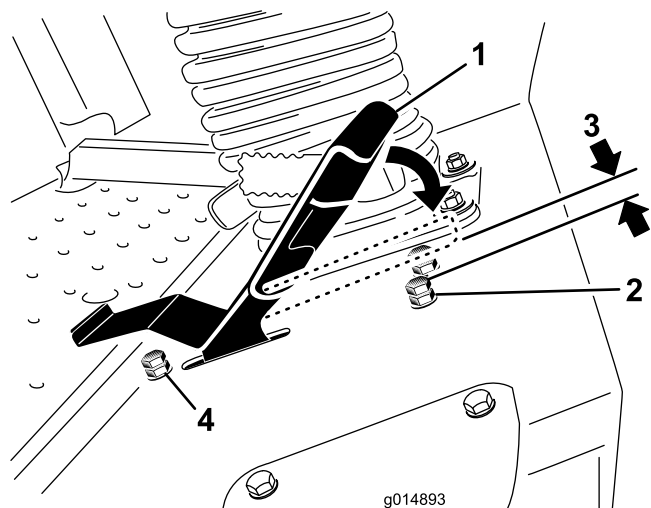

Рисунок 40
- Отпустите зажимную гайку на упорном болте педали тяги (Рисунок 40).